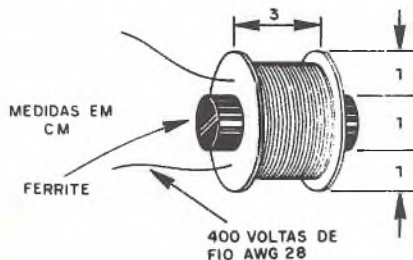
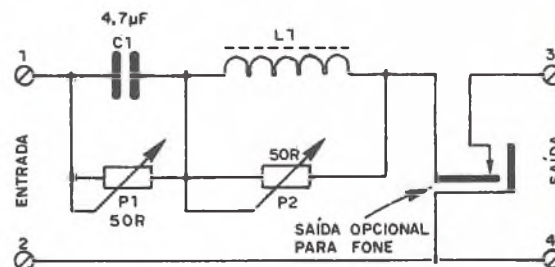
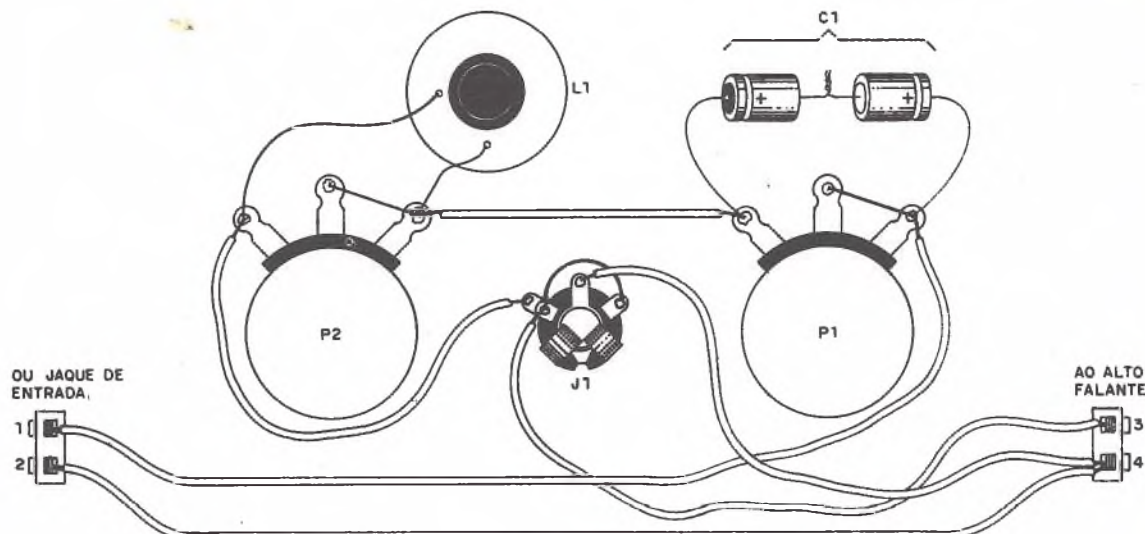

FIGURA 5
FIGURA 8
FIGURA 9
A bobina, que deve ser feita com cuidado pelo montador, constitui-se em aproximadamente 400 voltas de fio esmaltado 28 AWG num carretel de 1 cm de diâmetro interno no qual é colocado um bastão de ferrite de aproximadamente 4 cm de comprimento. Na figura 5 o leitor terá pormenores para a construção desta bobina.
Temos então na figura 8 o circuito completo do filtro, e na figura 9 a disposição real dos seus componentes.
c) Enrole a bobina segundo instruções já dadas e mostradas na figura 5, tendo o cuidado em raspar as pontas do fio esmaltado nos pontos de soldagem. Solde a bobina do modo indicado na figura 9 e fixe-a da maneira que achar melhor: use uma braçadeira ou então cole-a diretamente na caixa.